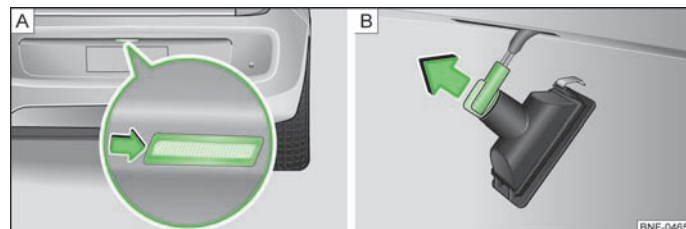

Fig. 123 Substituição da lâmpada incandescente da luz da chapa da matrícula
- Introduza um objecto delgado adequado, p. ex., uma chave de fendas, no entalhe na zona da seta e levante a luz da chapa da matrícula cuidadosamente para fora do pára-choques » Fig. 123 - A.
- Rode o suporte de lâmpada **no sentido oposto** ao dos ponteiros do relógio e retire-o no sentido da seta » Fig. 123 - B.